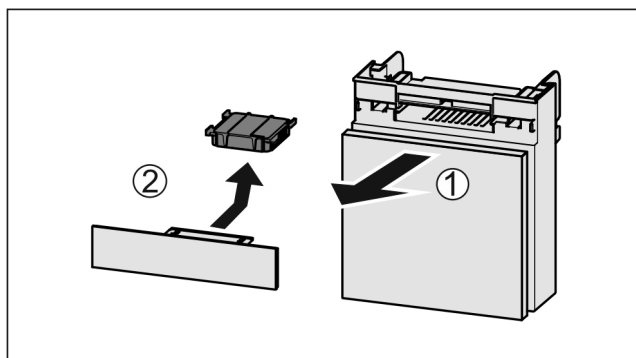

Fig. 145
- ▶ Extraire le compartiment par l'avant Fig. 145 (1).
- ▶ Sortir le filtre à charbon actif Fig. 145 (2).